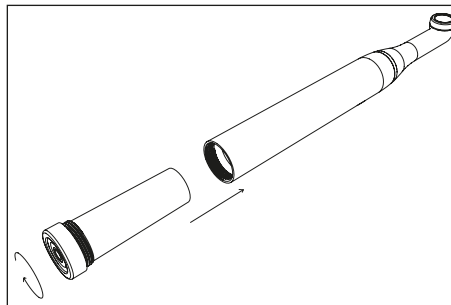

Figura 7 – Introducción del Módulo de Batería
3. Introducir el módulo de la batería en el mango atornillándolo como se muestra en Figura 7 en página 10.
Para sustituir la batería averiada es necesario desatornillar el anillo roscado del módulo de la batería, removerlo y sustituirlo con uno nuevo (Figura 7 en página 10).